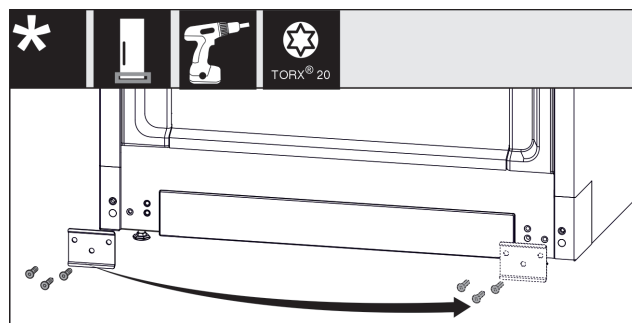

Fig. 13
- ▶ Svitare la lamiera, spostarla sull'altro lato e riavvitarla. Fig. 13 (1)